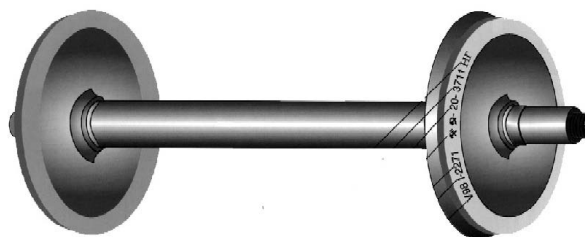

Рис. 3.5. Колесная пара под подшипник качения
- колесная пара с шейкой оси под подшипники качения (рис.3.5).